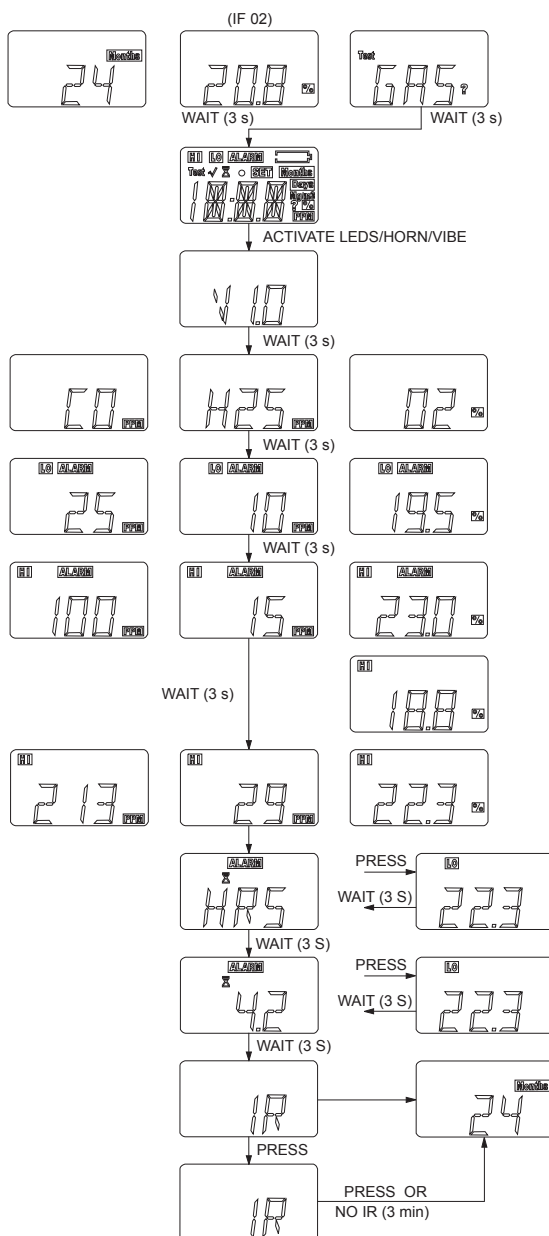

Fig. 5 Appeler les informations sur l'instrument.
- (1) Appuyez sur la touche [TEST], les données de l'instrument enregistrées peuvent être lues (→ Fig. 5).